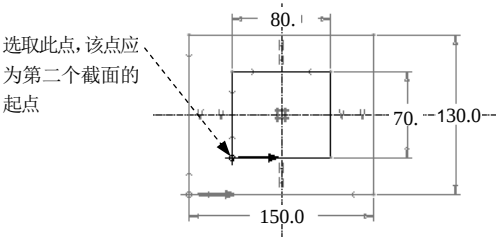

图 3.24.6 定义截面起点
(1) 选取图 3.24.6 所示的点，再右击，从弹出的快捷菜单中选择 **起点(S)** 命令(在 **草绘** 功能选项卡 **设置** 下拉菜单中选择 **特征工具**  **起点** 命令)。